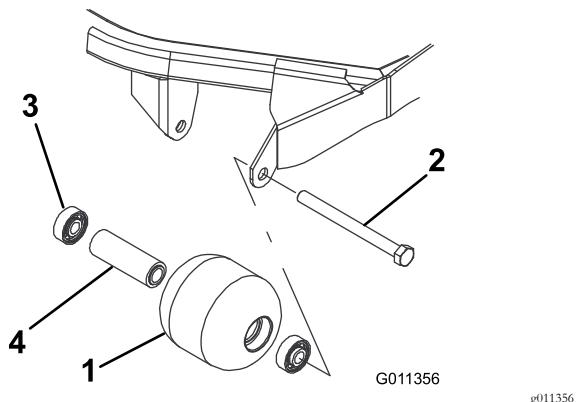

Figura 71
1. Rimovete il bullone di montaggio del rullo (Figura 71).
4. Verificate la presenza di eventuali danni sull'alloggiamento, sui cuscinetti e sul distanziale del cuscinetto del rullo (Figura 71). Sostituite i componenti danneggiati e procedete con il montaggio.
1. Montate il primo cuscinetto premendolo nell'alloggiamento all'interno del rullo (Figura 71). Premete soltanto sulla pista esterna o, in misura uguale, sulla pista interna ed esterna.
2. Inserite il distanziale (Figura 71).
3. Spingete il secondo cuscinetto nell'alloggiamento all'interno del rullo (Figura 71), premendo in misura uguale sulla pista interna ed esterna, fino a quando la prima pista non tocca il distanziale.